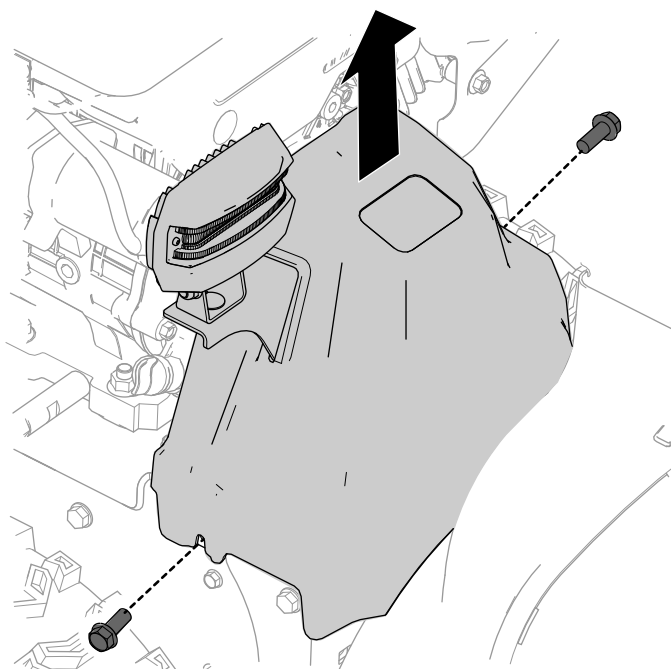

Рисунок 6
1. С передней стороны машины отверните 2 винта ($\frac{1}{4} \times \frac{5}{8}$ дюйма), которые крепят крышку ремня к машине (Рисунок 6).
3. Снимите крышку ремня (Рисунок 6).